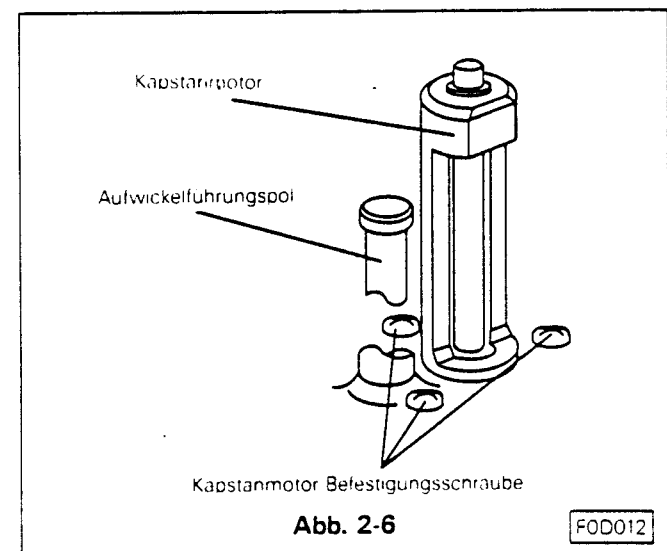

Abb. 2-6
- Die drei Befestigungsschrauben (siehe Abb. 2-6) und den Kapstanmotor entfernen.
- Den Kapstanmotor mit den drei Schrauben befestigen. (Siehe Abb. 2-6)